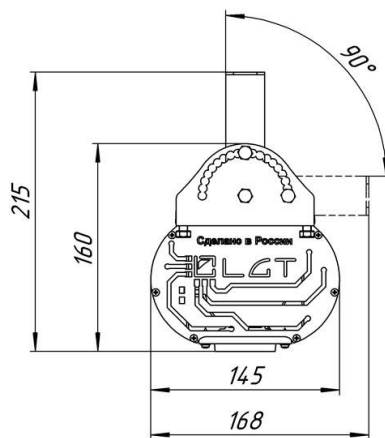

Рис. 9
6.7.7. Установить светильник под необходимым углом к освещаемому объекту и зафиксировать положение светильника с помощью винта М6. Шаг угла наклона 10 град. Максимальный угол поворота крепления потолочного на светильнике 180° (Рис. 9).